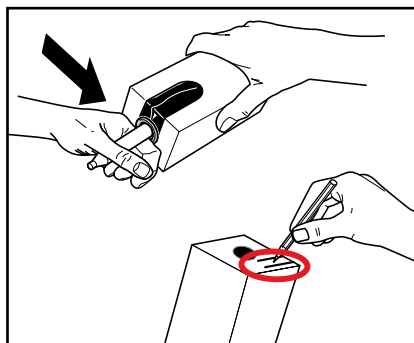

Bild 19
4. Ta bort plasten runt produktförpackningen och skriv upp sista förbrukningsdatumet för öppnad produkt-förpackning på förpackningen (bild 19).
5. Öppna doseringsenheten enligt anvisningarna på produktförpackningen (bild 19).